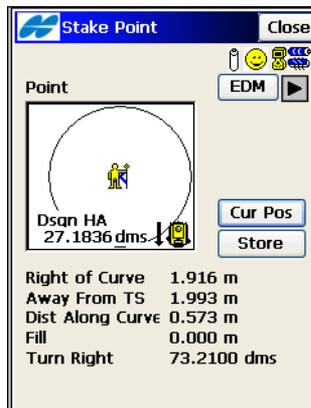

Abbildung 9-20. Abstecken von Kurven
- Im TS-Modus zielen Sie das Prisma an. Tippen Sie im Fenster **Abst. Punkte** auf die Schaltfläche **Akt Pos**, um die Position zu prüfen (Abbildung 9-20). Über die Schaltfläche **EDM** können Sie den Streckenmessmodus wechseln (*Grob*, *Fein* oder *Coarse Tracking*). Wenn der Punkt nah genug an der Kurve und der Sollentfernung vom Startpunkt aus liegt, tippen Sie auf **Mess**, um ihn zu speichern.